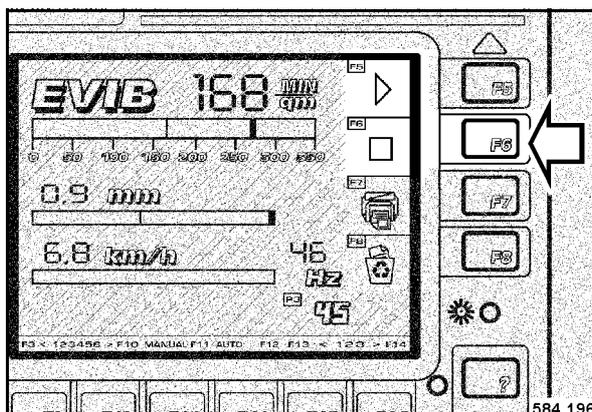

Рис. 100
- При достижении конца полотна, метка 2, нажать кнопку F6 „СТОП“ (Рис. 100).